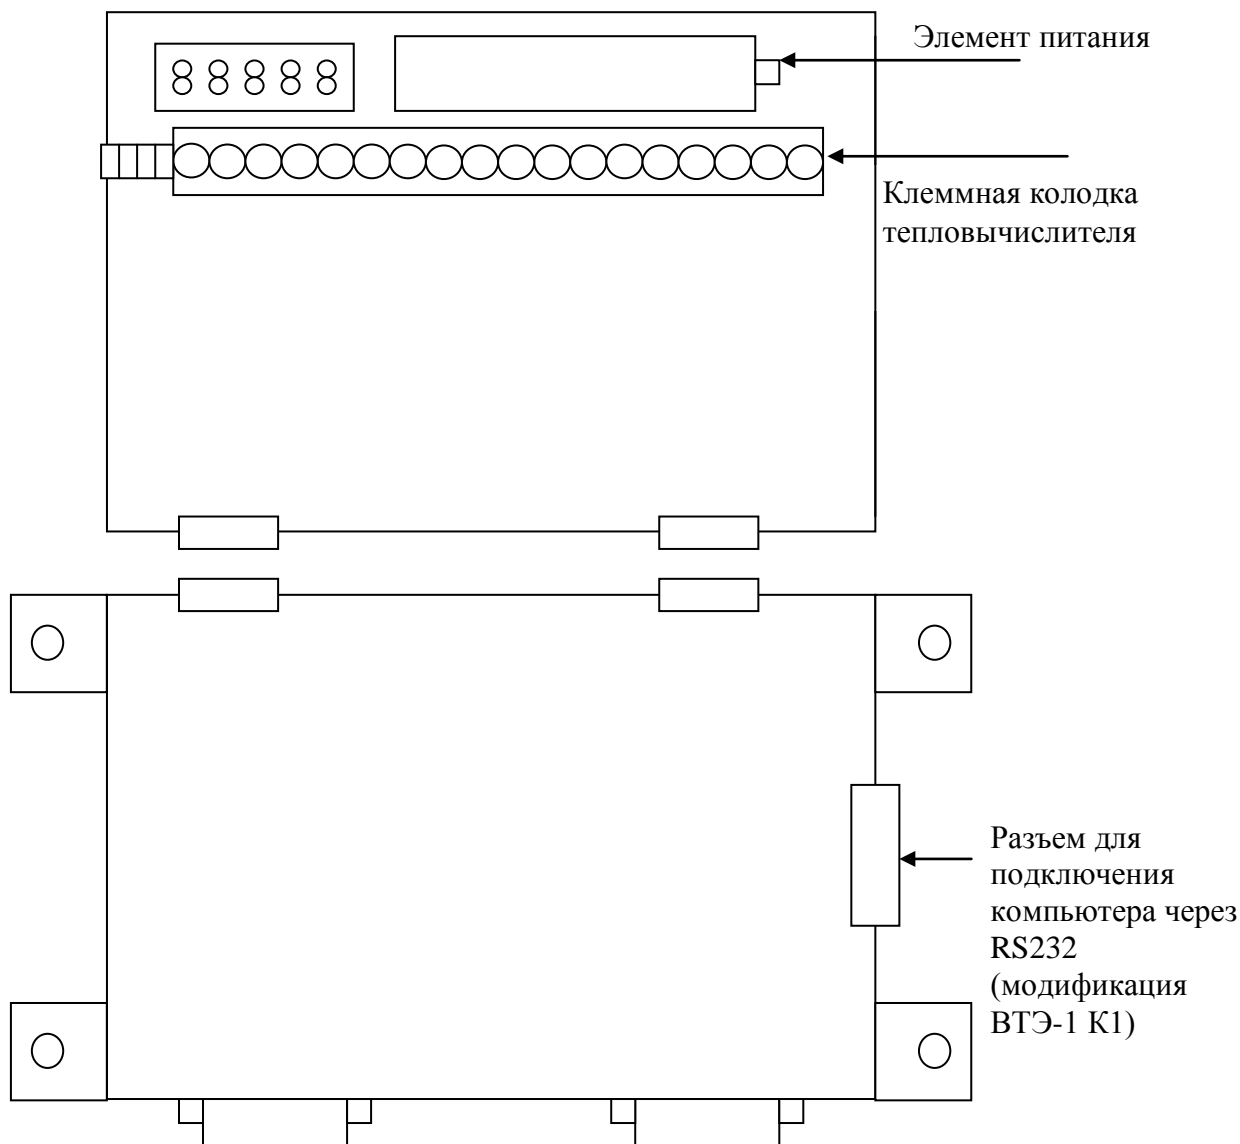

Рис. 5. Вид тепловычислителя с откинутой верхней крышкой.
1. Через разъем на боковой стенке (RS232) тепловычислителя (см. рис. 5) - только в модификациях ВТЭ-1 К1. В этом случае тепловычислитель подключается к компьютеру с помощью специального опторазвязанного кабеля КВТЭ-1, который поставляется по отдельному заказу.